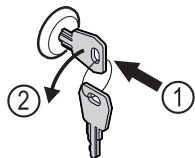

Fig. 123
- ▶ Vstavite ključ. Fig. 123 (1)
- ▶ Ključ obrnite v smeri proti urnim kazalcem za 90°. Fig. 123 (2)